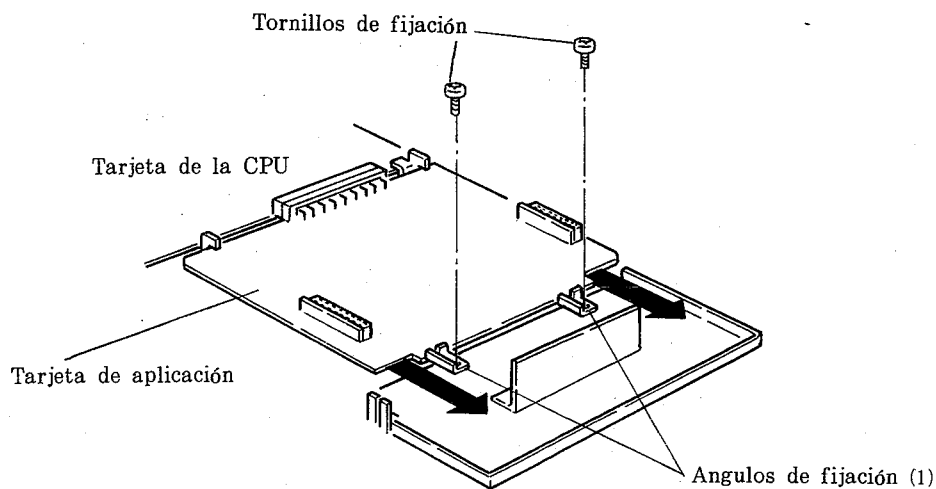

Figura 4
- c) Extraiga los tornillos de fijación (2 piezas) de la tarjeta de aplicación. (Vea la figura 4 de abajo.)
- d) Tire de los ángulos de fijación (1) de la tarjeta de aplicación en la dirección de las flechas para desconectar la tarjeta de aplicación de la tarjeta de la CPU. Luego levante los ángulos de fijación (1) para extraer la tarjeta de aplicación. (Vea la figura 4 de arriba.)
(4) Compruebe o establezca de la manera siguiente los interruptores en la tarjeta de memoria adicional que debe ser conectada.